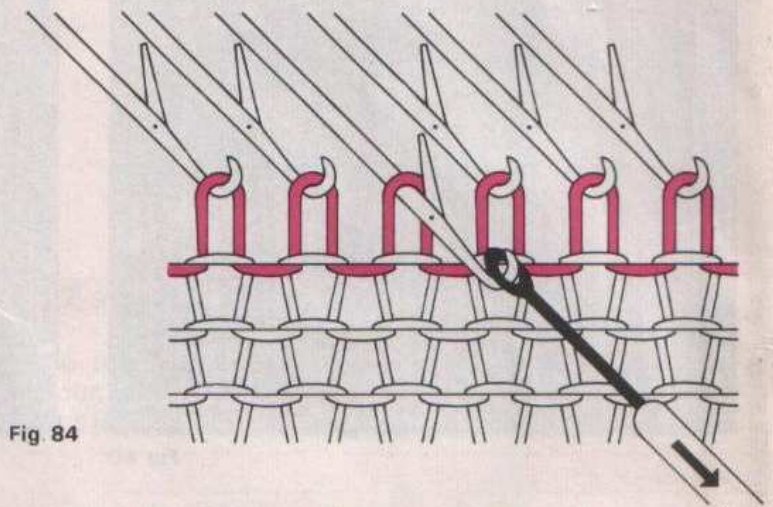

Fig 84
- Introduire le chas du poinçon dans le crochet de l'aiguille et tirer l'aiguille vers soi pour faire passer la maille derrière le clapet (fig. 84).